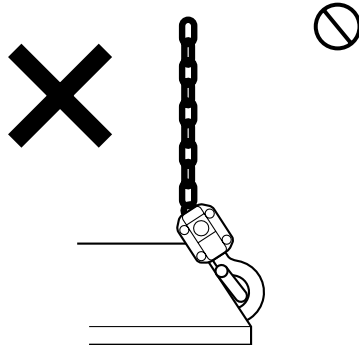
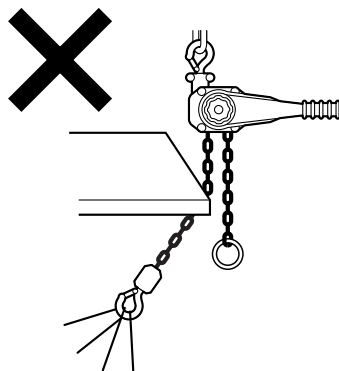

図6
図7
- (15)フックの先端で絶対に荷をつっはいけません。図6
- (16)フックや本体を支点にして使用しないでください。
- (17)上下フックに損傷や変形がある物は使用しないでください。
- (18)ロードチェーンが変形したり傷付いたレバーホイストは絶対に使用しないでください。
- (19)ロードチェーンを鉄板等の角に当てて操作しないでください。図7